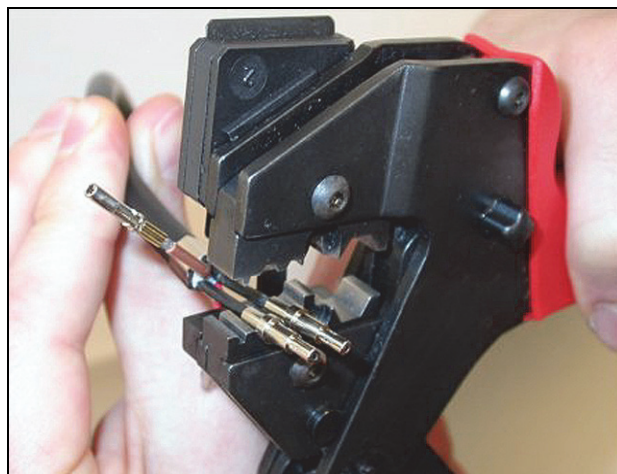

figure 30.24: Sertissage de ferrules (2)
- 24 Placez les deux ferrules dans la pince à sertir (outil 3, voir figure 30.24).